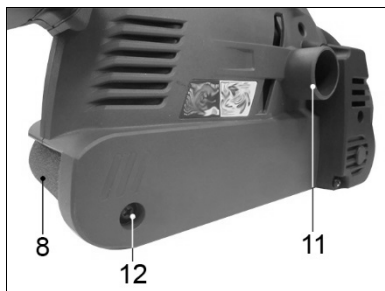

Рис.6.
7.2. Регулировка положения шлифовальной ленты на машине модели ЛМЭ-600/457Э (Рис. 6)